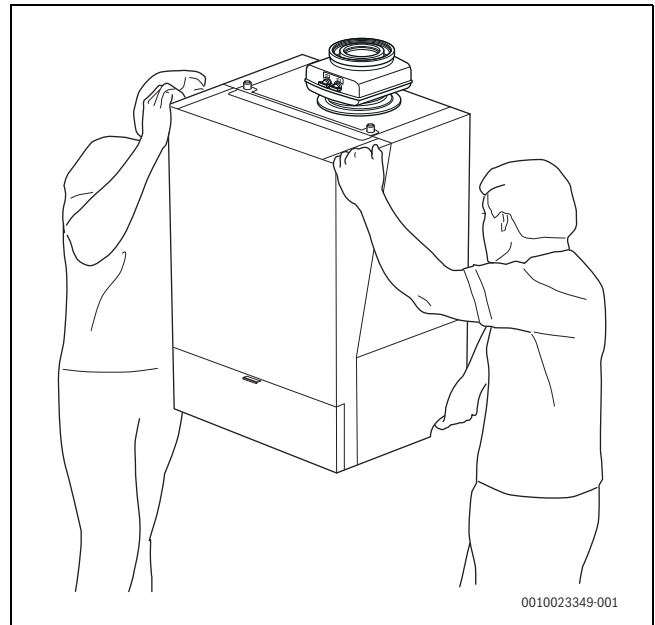

Bild 12 Ordnungsgemäßes Heben und Tragen des Geräts
- ▶ Gerät nur an den Seiten anfassen und nicht am Bedienfeld oder am Abgasrohranschluss (→afb. 12).